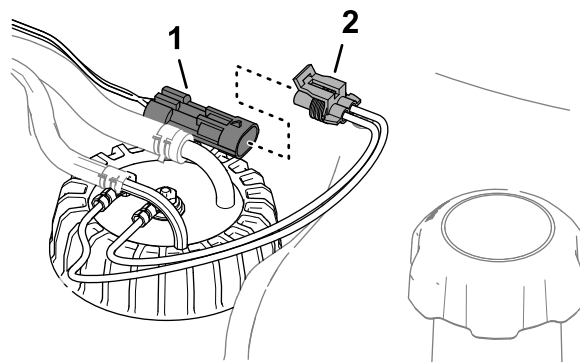

Рисунок 88
3. Отсоедините 2-гнездовой разъем жгута проводов датчика уровня топлива от 2-штыревого разъема жгута проводов машины (Рисунок 88).